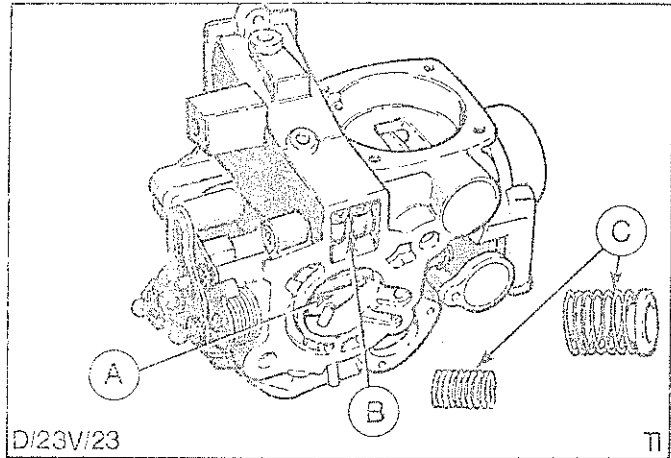

Abb.48 Zu prüfende Teile am Vergaser
12. Vergasergehäuse und übrige Teile auf Verschleiß und Beschädigungen prüfen, Abb.48. Die wichtigsten Teile sind: Lufttrichterventil mit der dazugehörigen Betätigung, Drosselklappe mit Welle und Gestänge sowie die beiden Membranfedern.